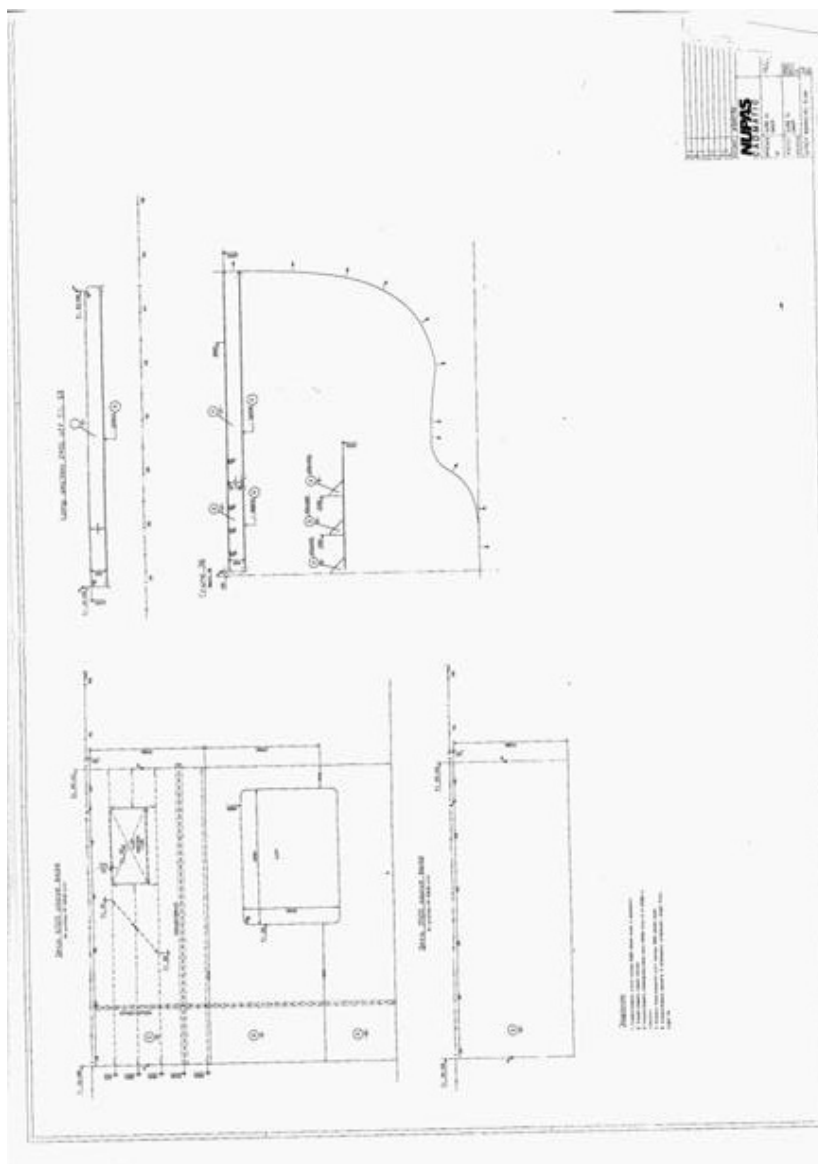
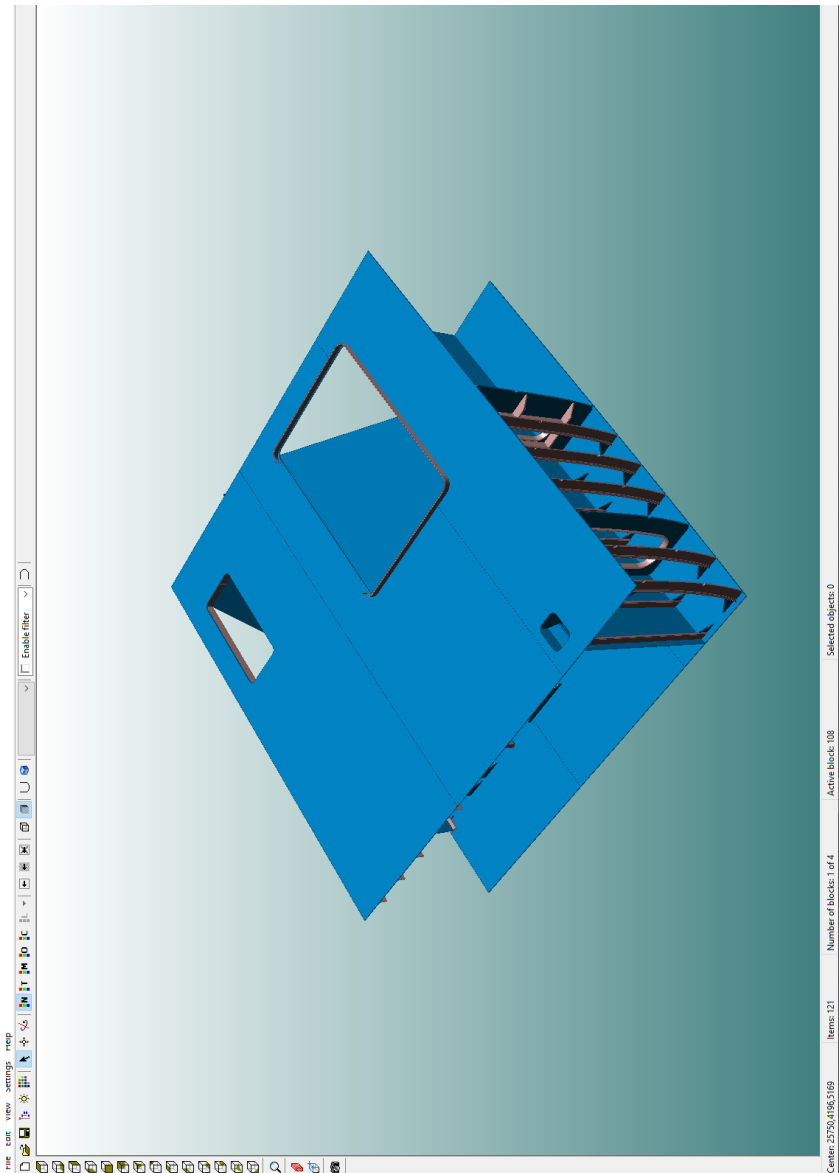

Рис. 1. Креслення на суднову секцію (частина 1 завдання)
Рис. 5. Тривимірна модель суднової секції
2. Використовуючи представлені нижче креслення (рис. 1–4), розробити тривимірну модель суднової секції (рис. 5–8), що розташована у блоці 108.